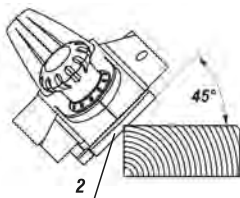

fig. 7 – biselando
El cepillo DWT debido a su ranura en "V" (2) en la base frontal permite la realización de biselés en maderas, conforme muestra la fig. 7;
2. Inclíne el cepillo en un ángulo de 45°, y apóyelo en la pieza conforme la fig. 7;